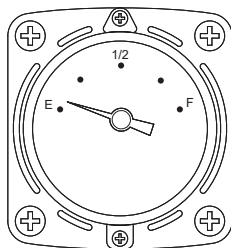

Figure 19. Jauge de carburant
1. Le réservoir de carburant est utilisé avec cette pompe à une jauge de carburant intégrée (Figure 19) dans le réservoir. Lire la jauge de carburant pour déterminer si le niveau de carburant est bas.